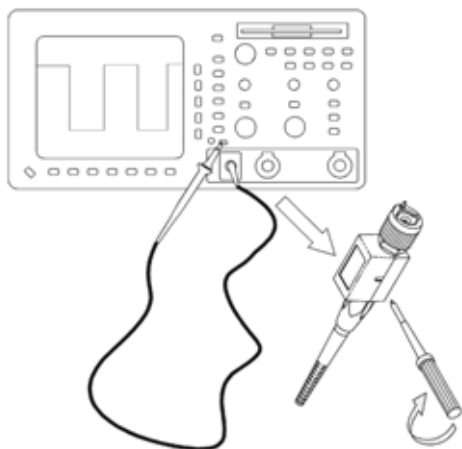

图1.10. 在探头头部或在补偿设备上进行探头补偿调节,其中补偿设备连接到示波器输入端上。
2. 把探针连接到示波器前面板上的探头补偿测试点(参见图 1.10)。